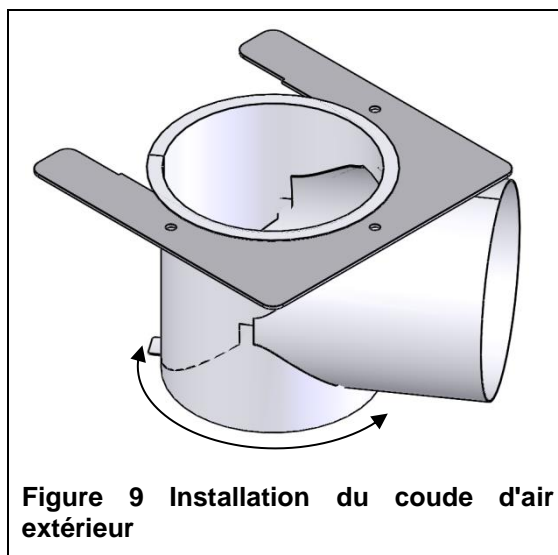

Figure 9 Installation du coude d'air extérieur
7. Insérez le coude d'air extérieur sur le support (voir Figure 9) et installez l'assemblage sur le foyer en utilisant au moins deux des trois vis qui ont été enlevées précédemment mais ne les serrez pas immédiatement.